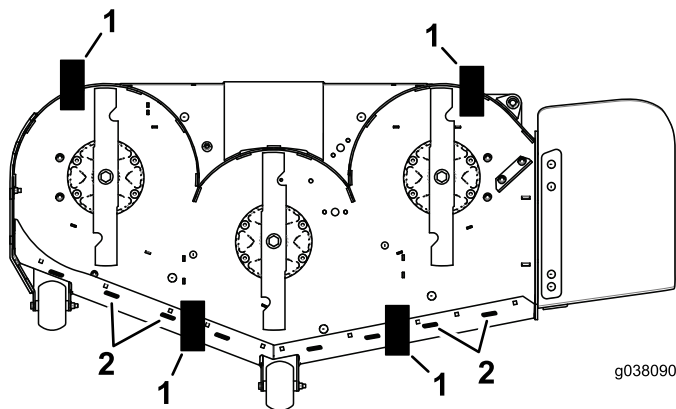

Figura 98
10. Coloque 2 bloques (ver Altura de bloque y soporte) debajo del borde trasero del faldón de la carcasa de corte, uno en cada lado de la carcasa de corte (Figura 98).